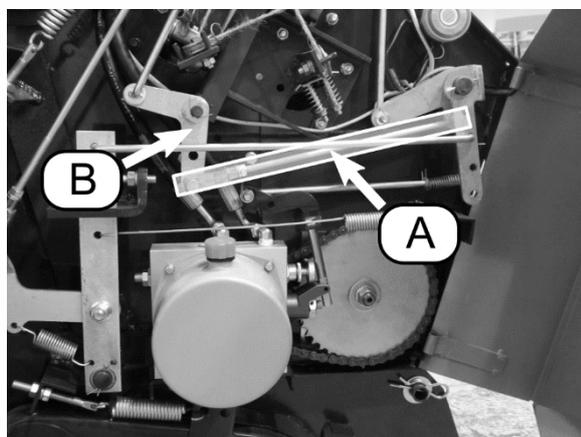

Рисунок 19 Правая сторона пресс-подборщика
- 2) Внутренний стержень (Рис. 19, А) также можно переместить в другое отверстие задней регулировочной пластины (В), имеющей форму бумеранга. После выполнения этой регулировки можно выполнить дополнительную тонкую настройку, переместив внешний стержень, упомянутый в варианте 1.